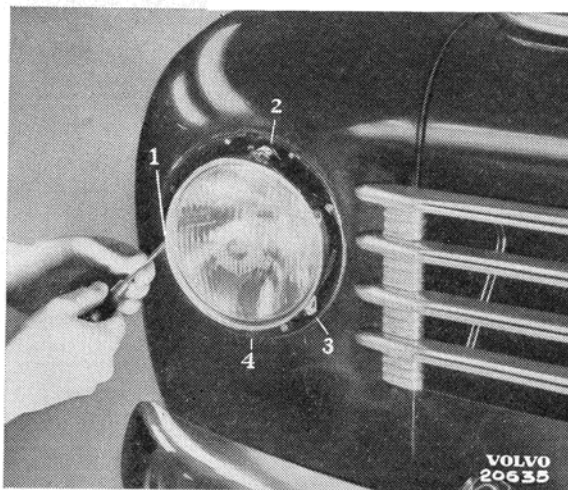

Bild 13.
2. Lossa skruvarna (1—3 bild 13) till hållaren (4) för strålkastarinsatsen några varv. Vrid hållaren tills hakarna äro fria från skruvarna och lyft ut hållare och insats med lamphållare.